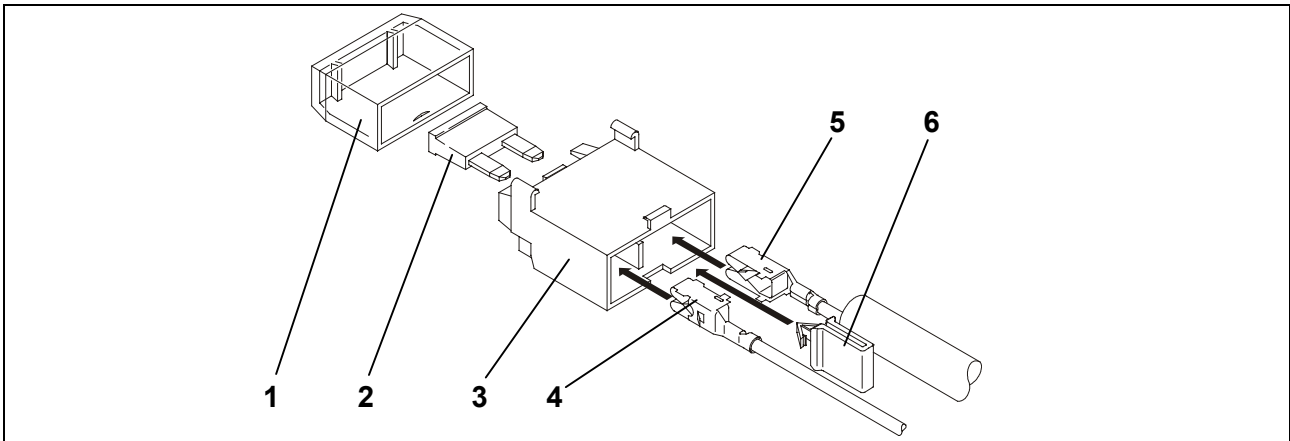

Abb. 3: Zusammenbau Sicherungshalter
19. Die Flachsteckhülsen der roten Leitung (Abb. 3/5) aus dem Leitungsstrang, und der beiliegenden roten Einzelleitung (Abb. 3/4), in den Sicherungshalter einrasten.
20. Den gelben Clip (Abb. 3/6) einsetzen.
22. Sicherungen (Abb. 3/2) einsetzen und Abdeckung (Abb. 3/1) aufstecken.